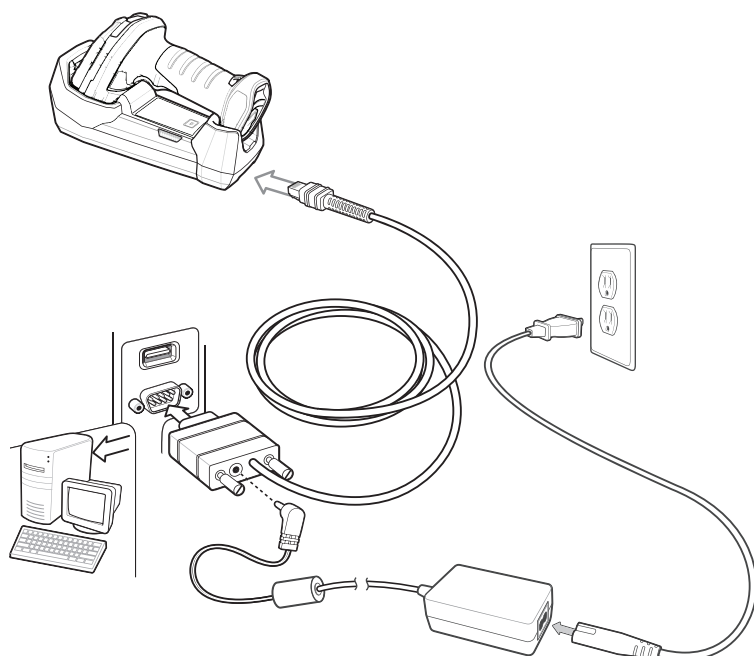

図 8-2 LI3678 コードレス リニア イメージャ RS-232 接続
- ✓ **注** 必要なインタフェース ケーブルは、設定によって異なります。図 8-2 のイラストに示したコネクタは、あくまでも例です。コネクタはイラストと異なる場合がありますが、クレードルを接続する手順は同じです。